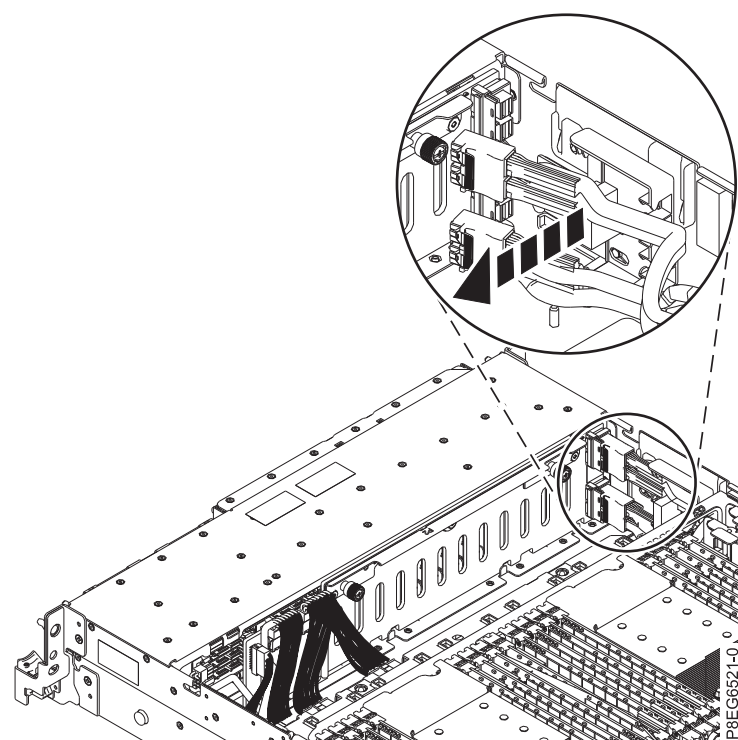

図 3. SAS ケーブルの切り離し
4. 図 3 に示すように、システム・シャーシの側面にあるケーブル・ガイドから前面 SAS ケーブルを切り離します。